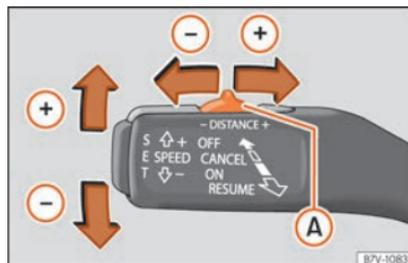

Fig. 265 À esquerda da coluna da direção: terceiro manípulo para utilizar o controlo adaptativo de velocidade.
Depois de iniciada a marcha, se desejar definir a velocidade atual como velocidade de cruzeiro do veículo e ativar o ACC, pressione o botão SET »» Fig. 265. No caso de desejar aumentar ou diminuir a velocidade em intervalos de 1 km/h (0,6 mph), desloque o manípulo
Para aumentar ou reduzir o nível de distância pressione o botão basculante para a direita/esquerda »» Fig. 265 ①.